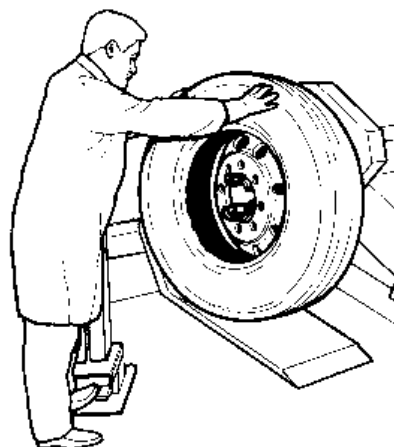

Fig.23
8. Se placer face au pneu et le retenir des deux mains dans la phase finale du démontage pour éviter qu'il ne tombe ou ne roule de façon incontrôlée (Fig.23).